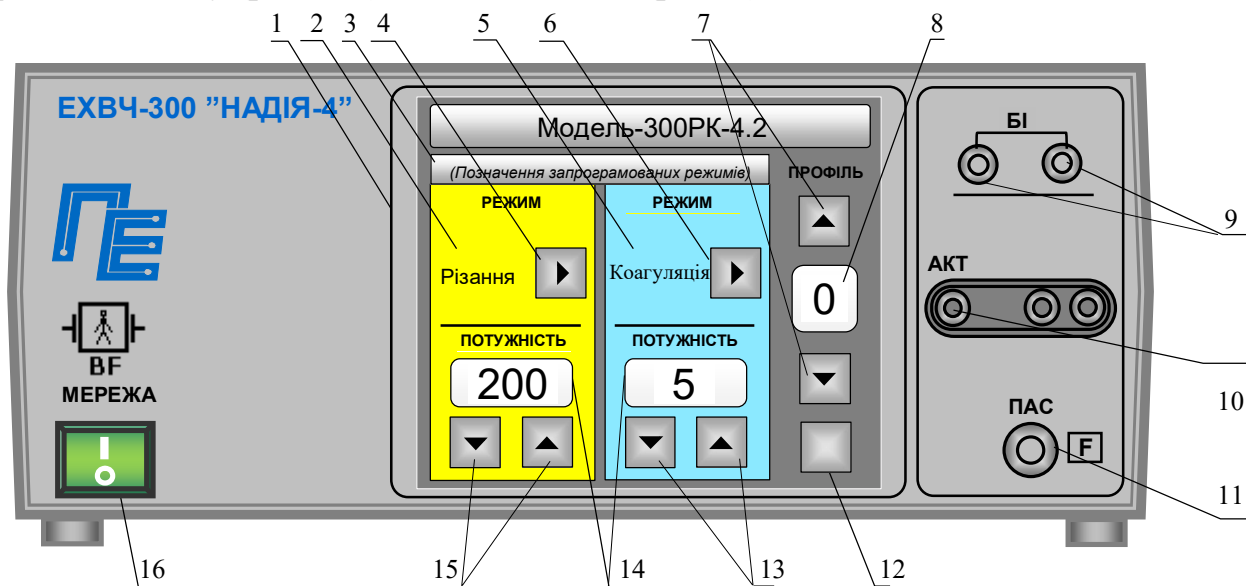
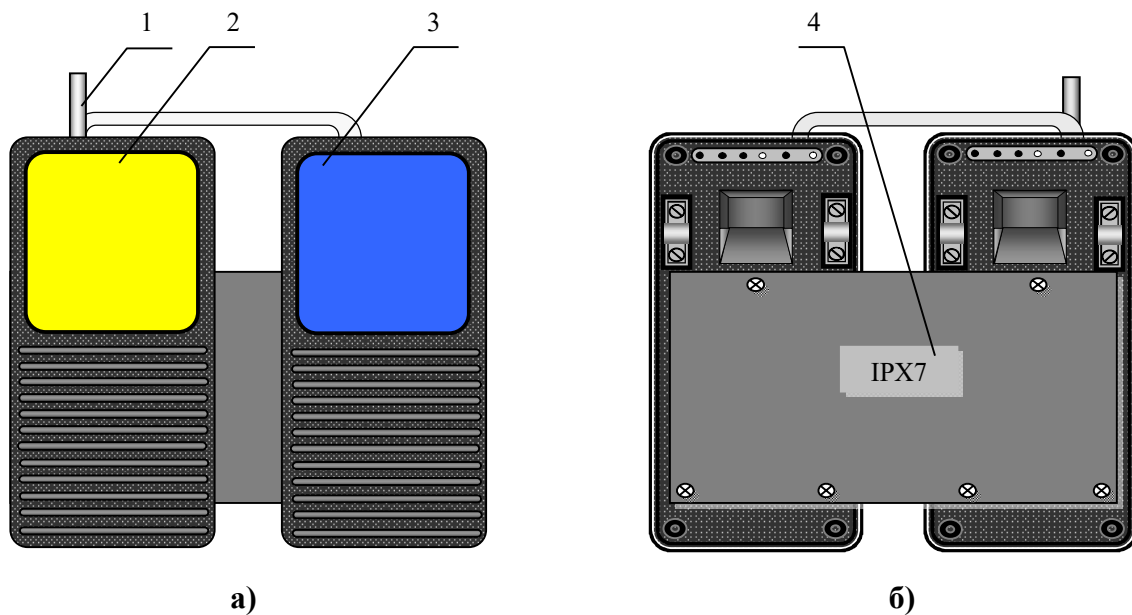

Рис.1. Передня панель електронного блоку
Рис. 3. Ножна педаль
• світлову індикацію автоматичного тестування аварійного стану апарата. При цьому на індикаторах 14 (рис. 1) висвітлюється «УВАГА! Виникла критична помилка. Будь ласка, перезавантажте систему!»;
Конструктивно апарат виконаний у вигляді двох окремих блоків - електронного блоку (рис. 1,2) і ножної педалі (рис. 3).
Позначення на рис. 1.
Позначення на рис.3.
Конструкція ножної педалі (рис.3) є підлоговою конструкцією, на якій розташовано дві рухомі платформи: ліва (1) - для включення виду роботи РІЗАННЯ, права (2) - КОАГУЛЯЦІЯ.
- включити апарат, для чого встановити вимикач “МЕРЕЖА” в положення “■”. При цьому вмикається світлова індикація індикатора “МЕРЕЖА” (16, рис.1), На протязі 2-5 сек. на моніторі відображається завантаження даних.
- перевірити переключення режимів роботи, для чого послідовно натискаючи кнопку (4, 6 рис.1), переконатися, що апарат перемикає відповідні режими;
- перевірити регулювання рівня вихідної потужності, для чого, натиснувши кнопки управління (13, 15 рис. 1), переконатися, що відбувається збільшення (зменшення) показань індикаторів (14, рис.1) рівня вихідної потужності. Перевірку провести для усіх режимів роботи.
- перевірити систему контролю ланцюга пасивного (нейтрального) електрода. Для цього необхідно встановити режим МОНО на індикаторі РІЗАННЯ (або КОАГУЛЯЦІЯ) та від'єднати пасивний електрод від роз'єму 11 (рис.1). На моніторі висвітлиться транспарант з надписом «Увага! Обрив пасивного електрода. Будь ласка, перевірте з'єднання!»
Для встановлення профілю необхідно включити апарат, за допомогою кнопок вибору профілю (3, рис.1) встановити номер профілю **0** (8, рис.1), встановити необхідний режим роботи та вихідну потужність, натиснути ліву платформу педалі при виборі режиму РІЗАННЯ або праву, при виборі режиму КОАГУЛЯЦІЯ. Апарат автоматично запам'ятовує вибрані режим роботи та рівень вихідної потужності.
- 1- натиснути кнопку 3 (рис.1). Монітор переключиться в режим клавіатури;
При необхідності встановлення часу автоматичного вимикання вихідної потужності необхідно натиснути кнопку **НАСТРОЙКИ** (12, рис. 1).
При необхідності обмеження доступу до використання апарата необхідно натиснути кнопку **НАСТРОЙКИ** (12, рис. 1).